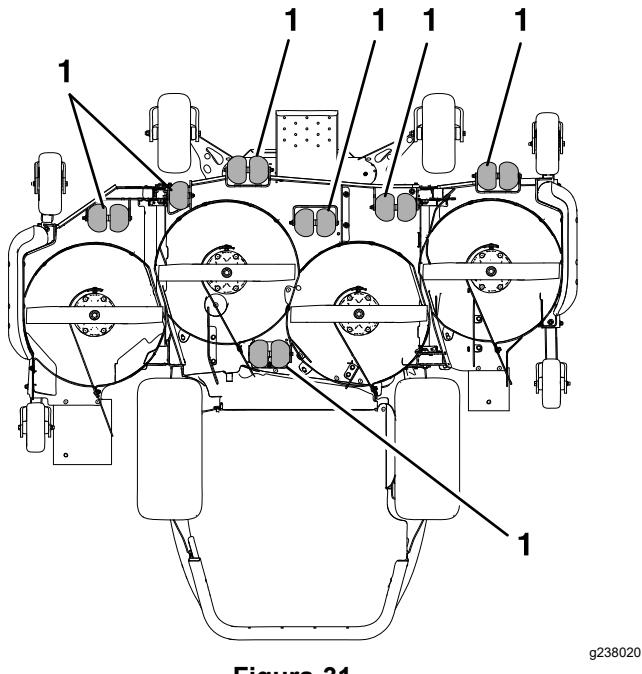

**Figura 30**
6. Apriete la tuerca nyloc ( $\frac{3}{8}$ ") a 41–47 N·m (30 – 35 pies-libra), como se muestra en la Figura 30.